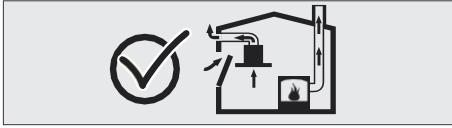

Fig. 3
- Por lo tanto, siempre debe garantizarse una entrada de aire fresco adecuada. Fig.3